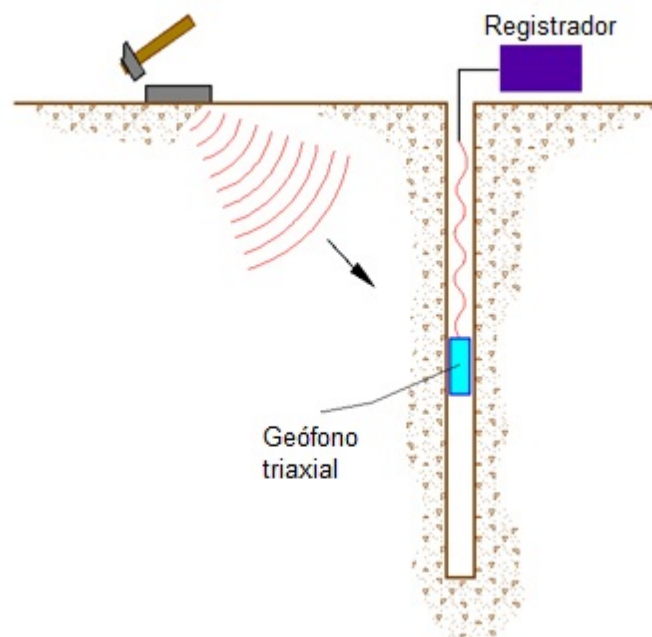

Figura 1 – Esquema down hole con un solo receptor
Con el método sísmico down hole (DH) se mide el tiempo que las ondas P y S duran en llegar desde una fuente sísmica colocada en superficie hasta los receptores ubicados en el interior de un sondeo (figura 1, 2).